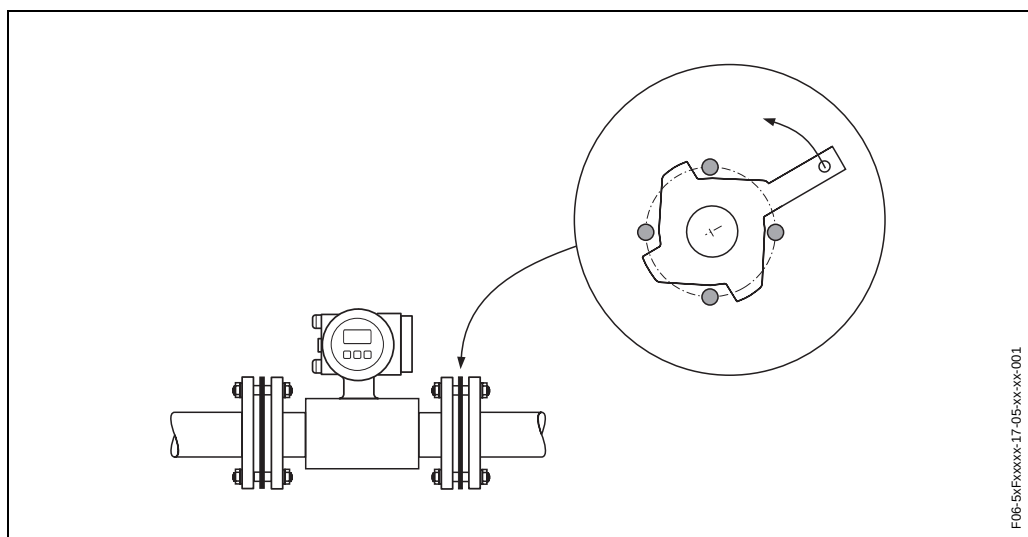

Fig. 17: Montagem com discos terra (Promag W, DN 25...300)
1. Coloque o disco terra e o selo(s) adicional(is) entre o instrumento e o flange do tubo (Fig. 17).
3. Gire agora o disco terra como mostrado na Fig. 17 ate encaixar nos parafusos. Isto ira centralizar o disco terra automaticamente.